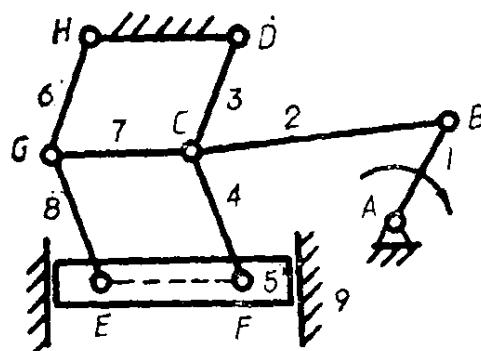

图 2-4
3) 如果机构中两构件上的某两点之间的距离, 在机构运动的过程中, 始终保持不变, 则如在此两点之间以两转动副联一构件, 那末因此而带入的约束将为虚约束。例如在图 2-4 所示的剪床机构中, 由于  $C, G$  两点间的距离, 在机构运动的过程中, 始终保持不